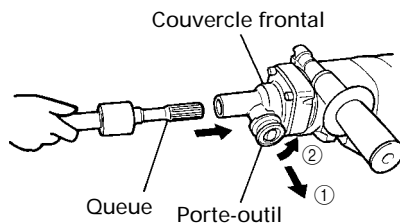

Fig. 3
- (1) Nettoyer, puis graisser la queue de l'outil avec la graisse fournie à cet effet en tube vert.
- (2) Tirer le porte-outil dans la direction de la flèche ① et le tourner dans la direction de la flèche ② (sens antihoraire). Insérer à fond la queue de l'outil dans le trou hexagonal du couvercle frontal. (Fig. 3)
- (3) Retourner le porte-outil pour fixer l'outil.